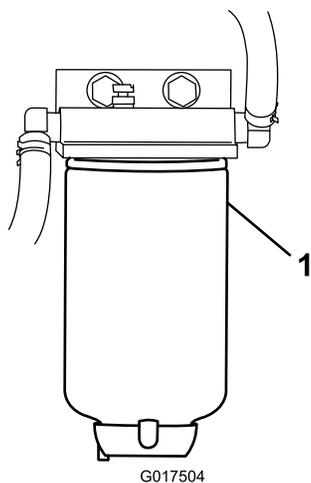

Figura 39
3. Svitare il filtro carburante dalla staffa (Figura 39).